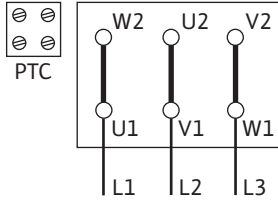

Fig. 10: Y-Δ marşı
- Elektrik şebekesi bağlantısı, P2 motor gücüne, şebeke gerilimine ve açma türüne bağlıdır. Klemens kutusundaki bağlantı köprüleri için gerekli devreleme aşağıdaki tablo ile Fig. 10, 11 ve 12'ye göre gerçekleştirilmelidir.